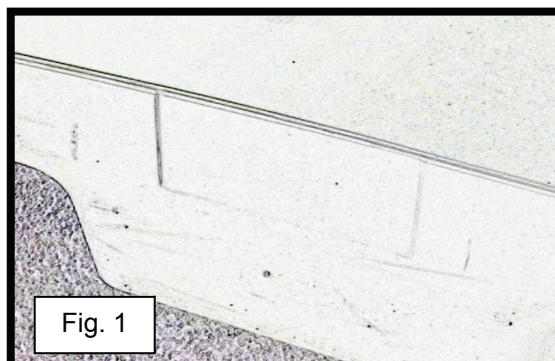

Fig. 1
- 1) Find borestedet på ydersiden af opsamlingskarret. Det er placeret under det indfældede rektangulære punkt på karret (se fig. 1).
- 1) Find det indfældede, rektangulære punkt **udvendigt** på opsamlingskarret (se fig. 1). Dette er placeringen, som anbefales af Justrite Manufacturing ved placering af samleclipsene.
- 1) Finn borepunktet på utvendig overflate på oppsamlingssenteret. Du finner det under et inntrykket rektangulært område på delen (se fig. 1).
- 1) Finn det inntrykkede rektangulære området på den **utvendige overflaten** på oppsamlingssenteret (se fig. 1). Dette er stedet Justrite Manufacturing anbefaler til plassering av sammenføringsklemmene.